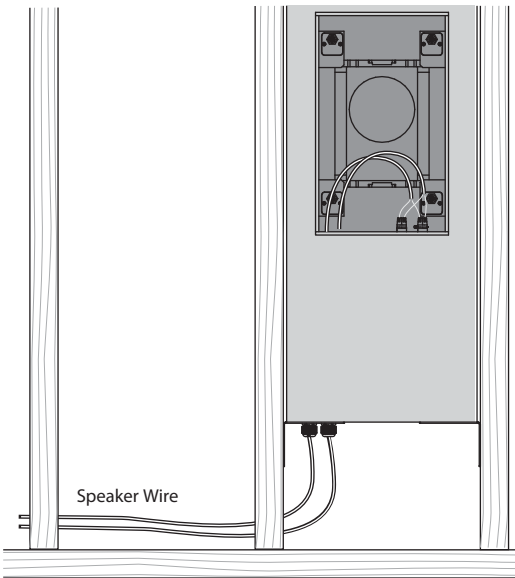

Fig. 4. Installazione del cavo dell'altoparlante sul retro del contenitore
2. Installare il cavo dell'altoparlante attraverso uno dei pressacavi e lasciare un gioco sufficiente per effettuare i collegamenti (Fig. 4). Stringere il pressacavo e fissare il cavo dell'altoparlante per evitare che si muova e si muova durante il funzionamento. Assicurarsi che il cavo dell'altoparlante non venga a contatto con chiodi o viti che potrebbero danneggiare l'isolamento. Viene fornito un secondo pressacavo per consentire l'installazione di un secondo passaggio del cavo dell'altoparlante.